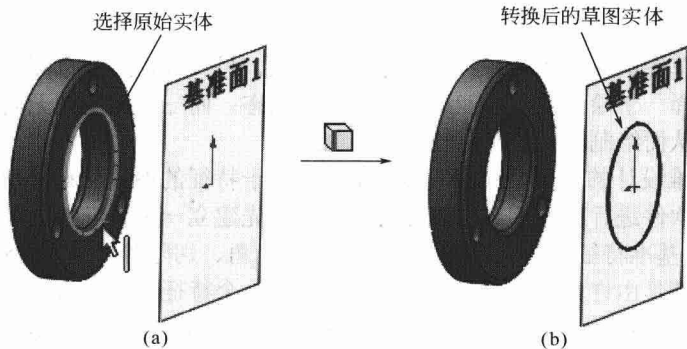

图 1-2 转换实体引用
- ① 在打开的草图上，选择模型边线、环、面、曲线、外部草图轮廓线等要转换的实体，如图 1-2(a) 所示。
② 单击“草图”工具栏上的“转换实体引用”按钮，所选边线即转换到打开的草图基准面上，如图 1-2(b) 所示。